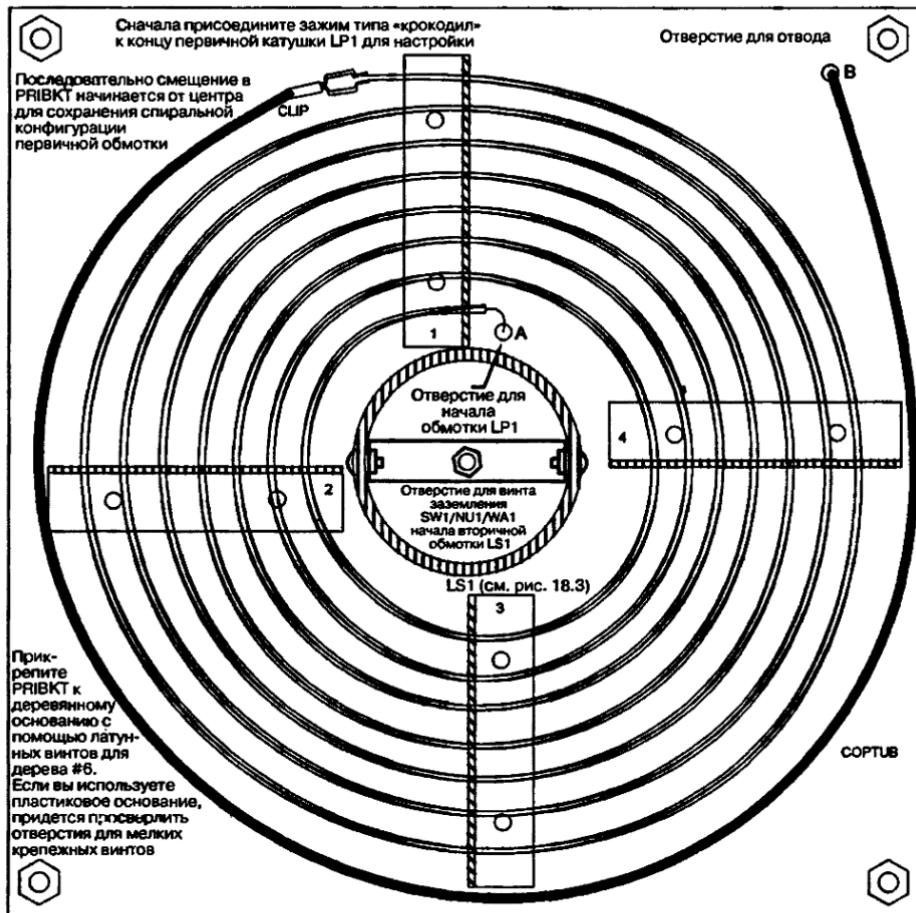

Рис. 18.10. Сборка первичной катушки
8. Соберите секцию первичной катушки, обозначенную BTCPRI (рис. 18.10). Это можно легко сделать, поскольку медная трубка 0,48 см обычно аккуратно намотана на контейнер. Установите скобы PRIBKT с помощью латунных винтов для дерева #6. Аккуратно расположите витки катушки, как это показано на рисунке. Присоедините кусок изолированного провода #30 длиной 30 см к медной трубке, вставив его защищенный конец